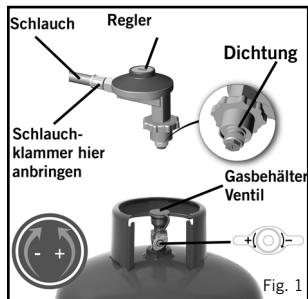

Fig. 1
- Vor jedem Gebrauch und vor dem Anschließen der Gasflasche sind der Schlauch und die Dichtung des Druckreglers auf Verschleißspuren oder Beschädigungen zu prüfen (siehe Abb. 1).
- Diese Kontrolle ist jedes Mal durchzuführen, wenn das Gerät an eine Gasflasche angeschlossen wird (siehe Abb. 1).